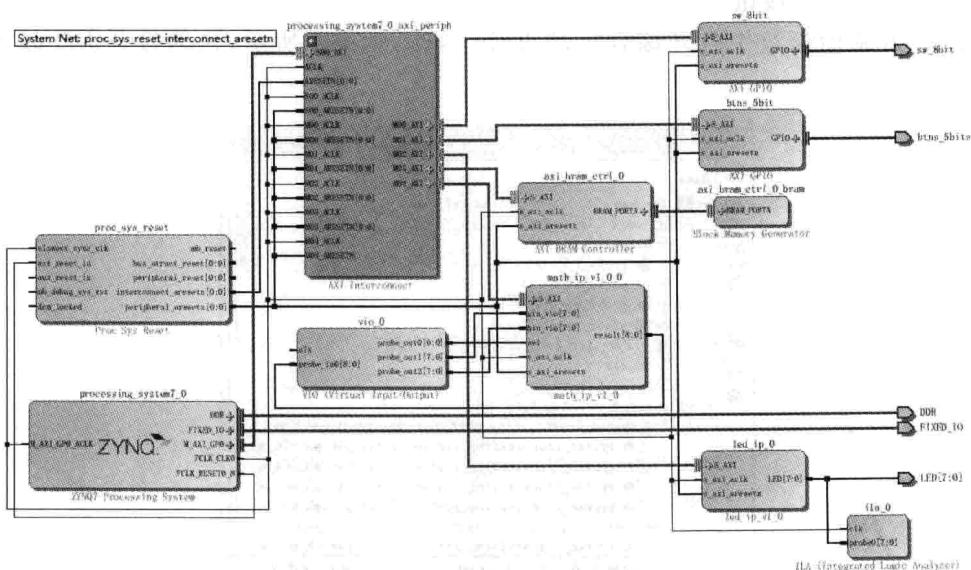

图 4.103 重新绘制后的系统结构图
① PROBE\_OUT0 所对应的 Probe Width: 1;
② PROBE\_OUT1 所对应的 Probe Width: 8;
③ PROBE\_OUT2 所对应的 Probe Width: 8。
(12) 使用绘图工具,连接下面的端口:
① PROBE\_IN→result;
② PROBE\_OUT0→sel;
③ PROBE\_OUT1→ain\_vio;
④ PROBE\_OUT2→bin\_vio。
(13) 使用绘图工具,将 vio\_0 模块的 CLK 端口连接到其他模块的 s\_axi\_aclk 端口。
(14) 在 Diagram 窗口的一列工具栏内,单击 按钮,重新绘制系统结构图。图 4.103 给出了重新绘制后的系统结构图。